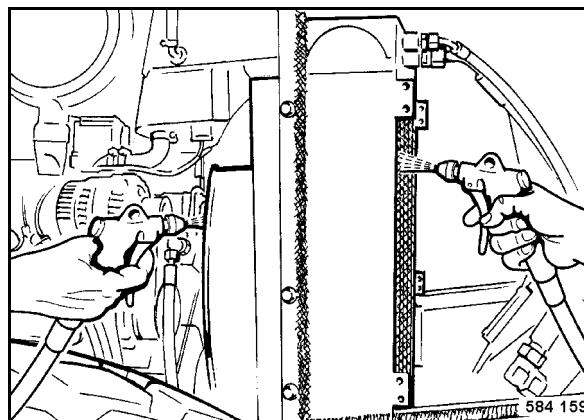

Fig. 114
- Limpiar el radiador (Fig. 114) soplando con aire comprimido.